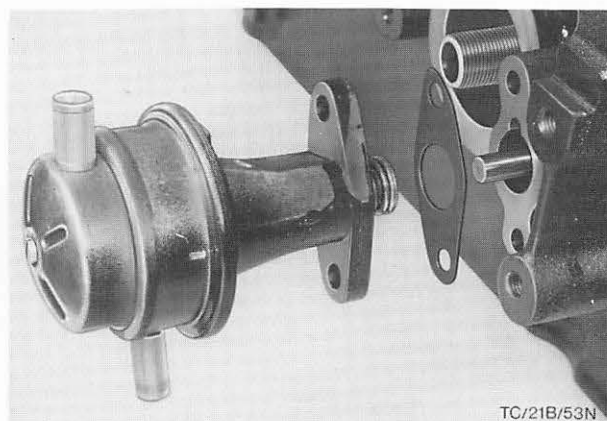

Abb. 114 Kraftstoffpumpe montieren
48. Kraftstoffpumpenstößel in die Bohrung schieben und Kraftstoffpumpe, Abb. 114, montieren.